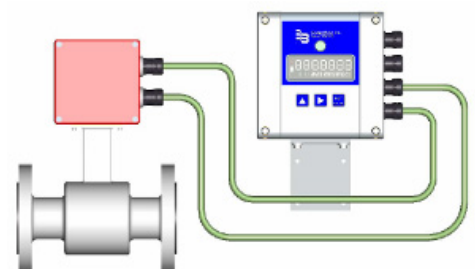

Abbildung 28: Kabel in Kabelverschraubungen
2. Wenn das Gerät an seinem Bestimmungsort angekommen ist, aktivieren Sie es mit dem mitgelieferten Magneten wie in der Abbildung 28.